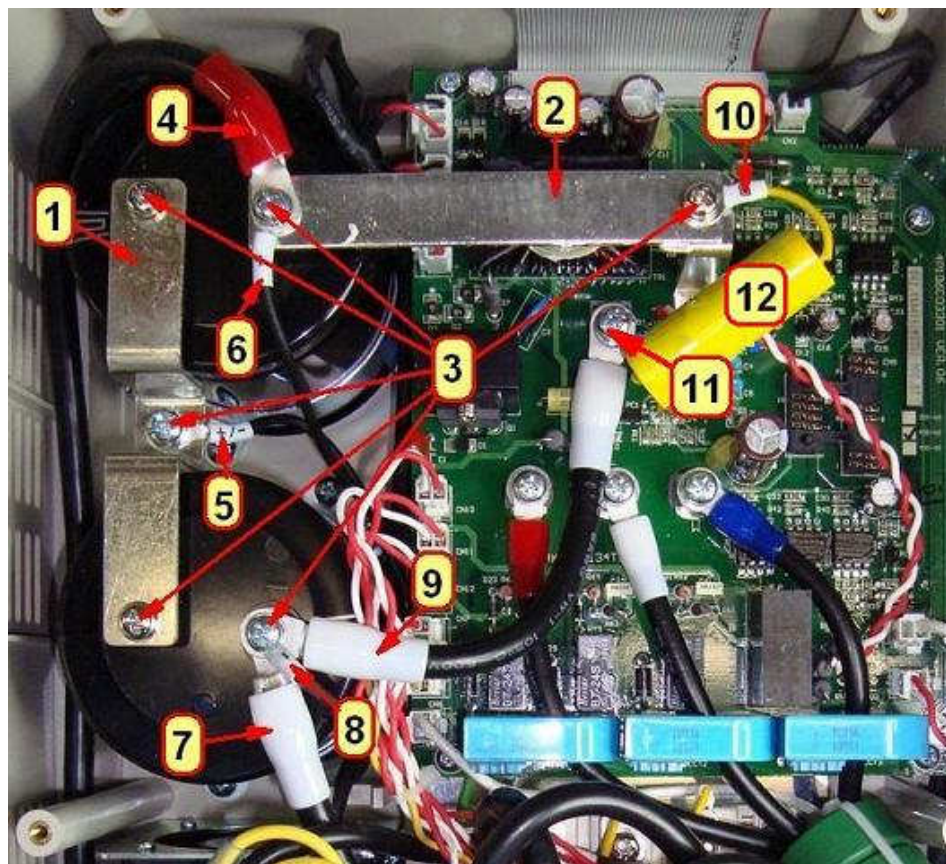

Рис.6.13
6.9.1. Выкрутить шесть винтов 3, снять шины 1 и 2, отвести концевники проводов 4, 5, 6, 7, 8, 9 и вывод конденсатора 10 (рис.6.13). Положить винты и шины в тару.
6.10.1. Выкрутить винт 11, снять конденсатор 12, провод 9 и контактную втулку (рис.6.13). Положить винт, провод, конденсатор и втулку в тару.